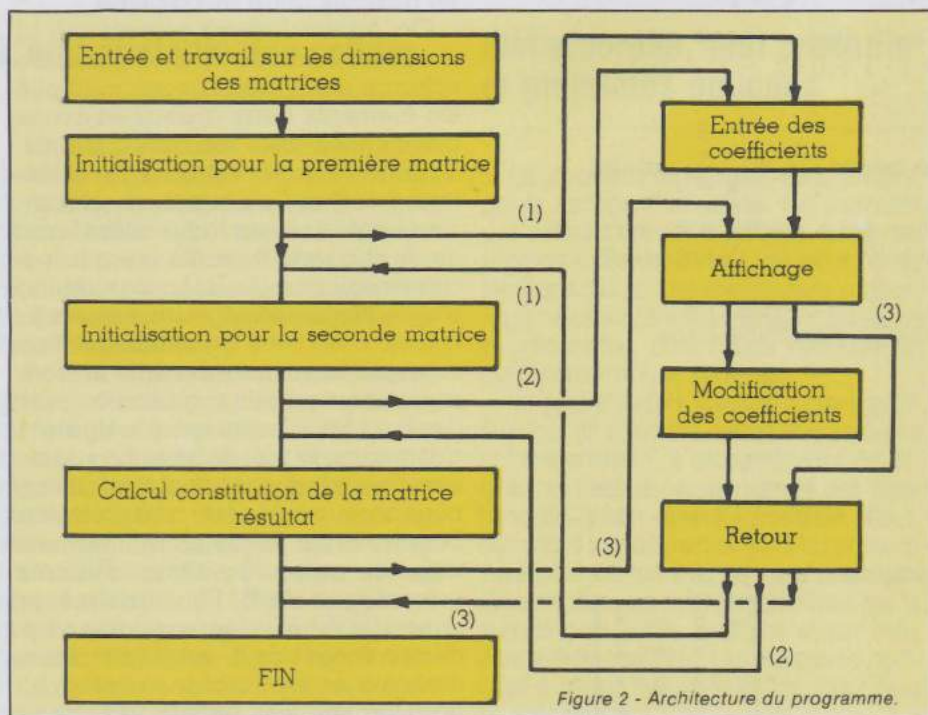

Figure 2 - Architecture du programme.
Jetons alors un coup d'œil sur la figure 2 qui présente l'architecture générale.
En possession de nos deux matrices, le calcul proprement dit peut être lancé sous la forme que nous avons décrite plus haut. Une fois la matrice résultat déterminée, elle doit être visualisée ; or nous avons déjà prévu une séquence d'affichage, pourquoi ne pas la mettre en œuvre une troisième fois. Néanmoins aucune modification de l'utilisateur ne devra intervenir, et il faudra donc «sauter» ce pavé ; c'est le sens de la flèche (3) sur la figure 2. Ce dernier, comme nous l'avons dit, fait apparaître la structure du programme, et les flèches en symbolisent l'articulation. Trois blocs sont décalés vers la